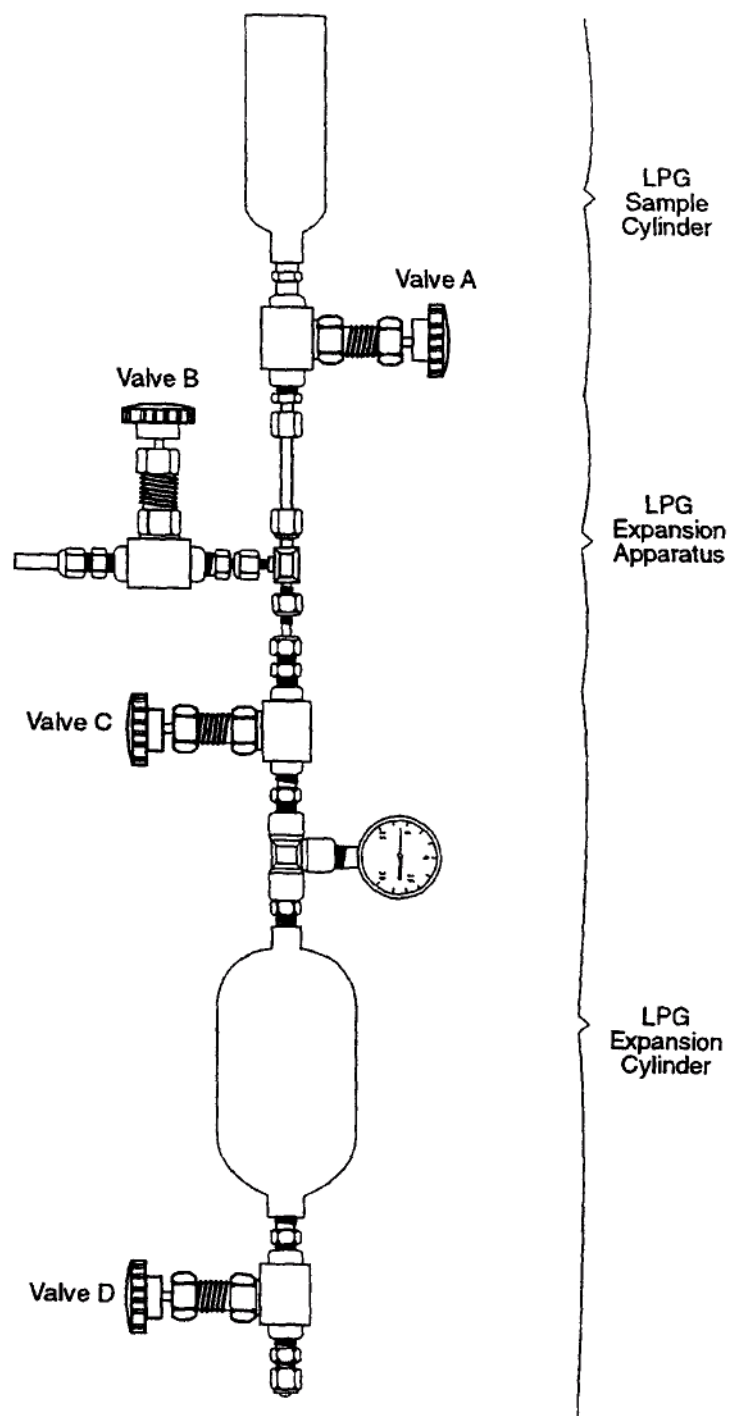

Figure 4
3. Соедините две небольшие кусочки трубок из нержавеющей стали (тройник и клапан В) к откачивающему цилиндру, как это показано на Рис. 4 (Аппарат для расширения СУГ).
5. Соедините нижний клапан или клапан соединяется с глубоко насаженной трубкой цилиндра для отбора пробы СУГ с помощью короткого соединителя к аппарату расширения. На рис. 4 показан полностью открытый клапан.
7. Закройте клапан В и затем клапан А и откройте клапан С (Рис. 4).